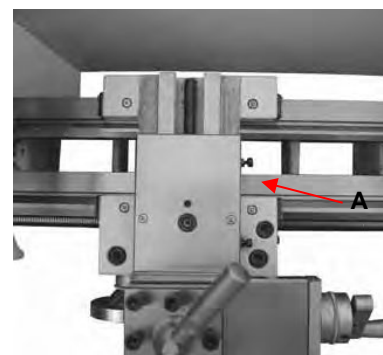

Fig. 10
4. Blocco a scorrimento (Fig. 10)
Ruotare la vite a brugola (A, Fig. 10) in senso orario e serrarla per bloccarla. Ruotarla in senso antiorario e allentarla per sbloccarla.